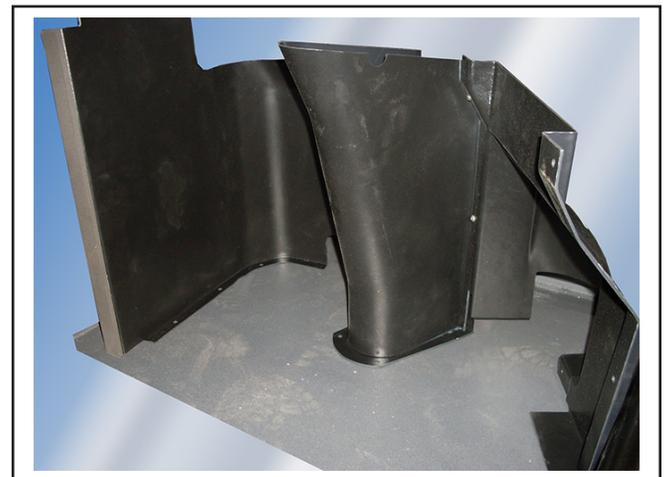

Figure 4 - Couvercle de protection de la colonne de direction
1. Retirer les vis qui retiennent le couvercle de protection au tableau de bord avant et au plancher. Ce peut être un petit couvercle monopièce, ou un plus grand couvercle qui comprend les deux panneaux latéraux, tel qu'illustré en Figure 4.